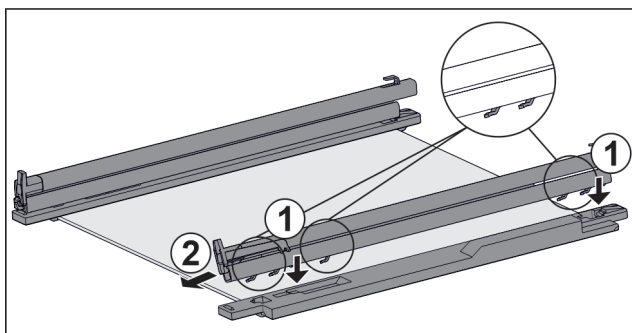

Fig. 48 Glasplaat met rails en vasthouddelen
- ▶ Haken van de rail op de openingen van het **linker** vasthouddeel plaatsen. Fig. 48 (1)
- ▶ Rail naar voren trekken. Fig. 48 (2)
- ▶ Haken van de rail op de openingen van het **rechter** vasthouddeel plaatsen. Fig. 48 (1)